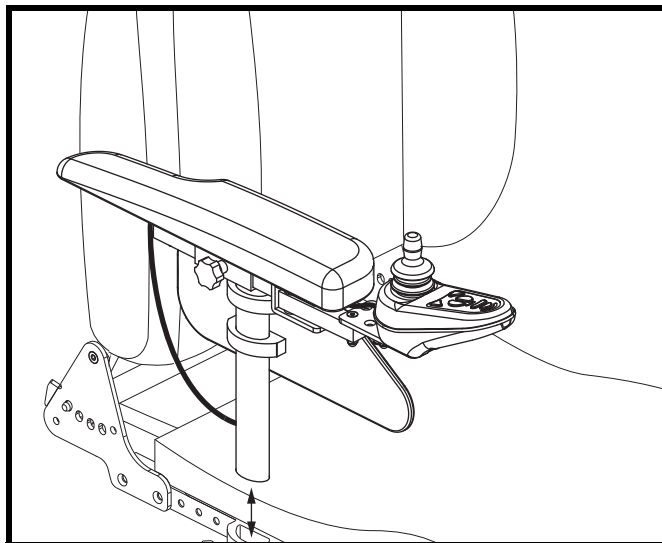

Figure 17. Installation/enlèvement d'accoudoir
1. Tirez le levier de blocage de l'accoudoir. **Voir la figure 17.**
1. Placez l'accoudoir dans le réceptacle de verrouillage. **Voir la figure 17.**